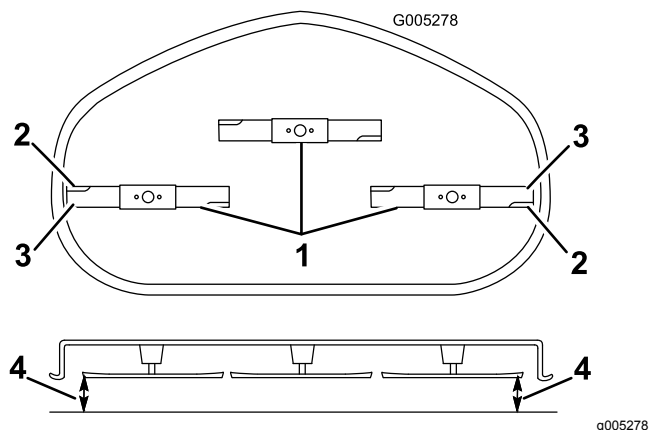

Figure 52
5. Mesurez la distance entre les tranchants extérieurs et le sol plat (Figure 52). Si les deux mesures diffèrent de plus de 5 mm (3/16 po), un réglage s'impose. Poursuivez la procédure.
4. Faites pivoter les lames avec précaution pour qu'elles soient toutes parallèles (Figure 52).